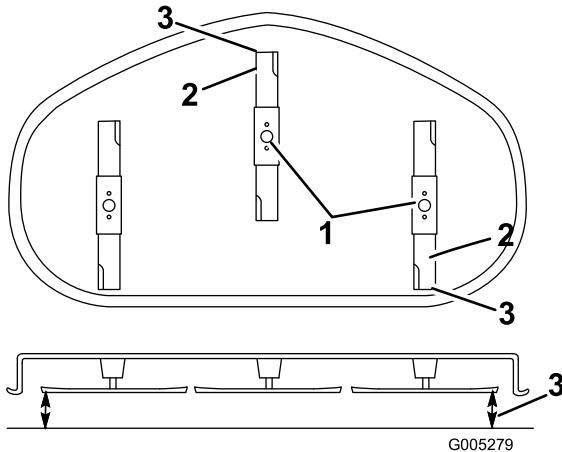

Figure 45
6. Mesurez la distance entre la pointe de la lame avant et la pointe de la lame arrière par rapport à la surface plane (Figure 45). Si la pointe avant de la lame n'est pas de 1,6 à 7,9 mm plus basse que la pointe arrière, réglez le contre-écrou avant.
réglage de l'écrou jusqu'à ce que la pointe avant de lame soit de 1,6 à 7,9 mm plus bas que la pointe arrière (Figure 45).